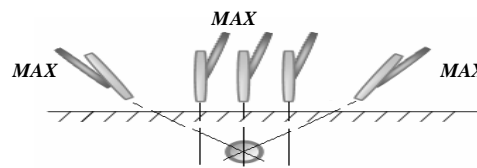

Figura 31a.
- La señal más fuerte se escucha cuando el borde del disco de la antena señala directamente el conductor y el disco está paralelo al conductor (figura 31a). La señal se atenúa en la medida en que el disco se mueve lejos de esta posición. Si el disco está exactamente perpendicular al conductor, no se oirá ninguna señal. (Figura 31b).